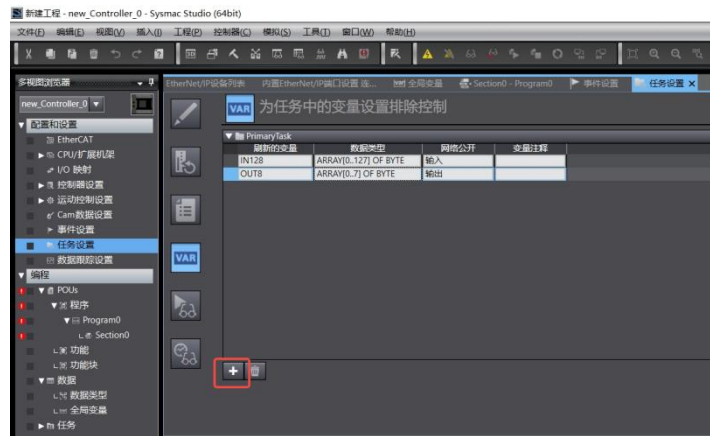

Fig 90. PLC EIP-将全局变量添加到主任务
6. 点击**配置和设置>任务设置**，在任务设置界面中点击 VAR 图标。如 Fig 90 所示，在跳出来的界面中点击图标+，选择上一个步骤中新建的全局变量 INT128 和 OUT8，添加到主任务 Primary Task 中，以便实时监控。